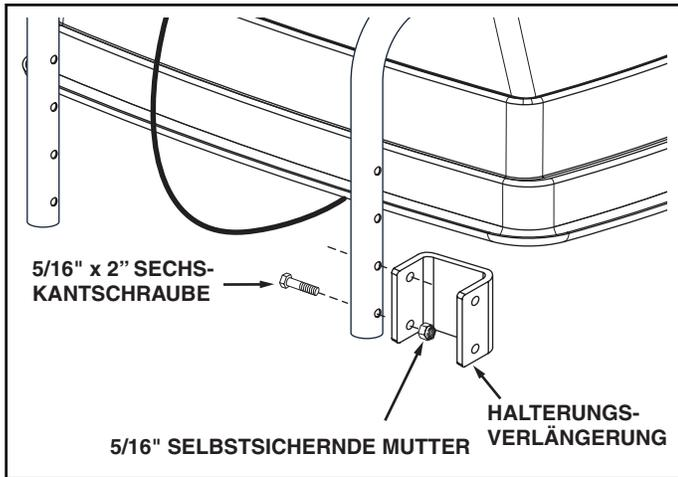

ABBILDUNG 4
WICHTIG: Vergewissern Sie sich bevor Sie fortfahren, dass die Montagehalterungen auf das Fahrzeughinterteil passen, wenn diese direkt am Streuerrahmen angebracht sind. Verwenden Sie die Halterungsverlängerungen in Abbildung 4, wenn sie weiter entfernt sein müssen.
4. Bringen Sie die Halterungsverlängerung an den Füßen des Streuerrahmens an. Verwenden Sie pro Halterung zwei 5/16" x 2" Sechskantschrauben und 5/16" selbstsichernde Muttern. **Ziehen Sie diese fest.** Siehe Abbildung 4.